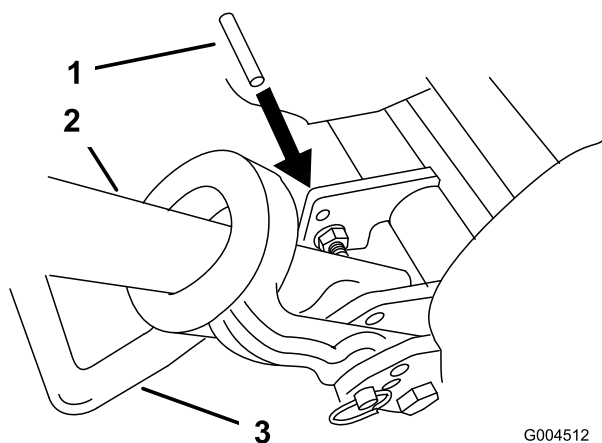

Figura 4
2. Baje el soporte de pie. Inserte un pasador o similar de 6,4 mm de diámetro en el taladro del bastidor situado por encima del perno de montaje del soporte de pie (Figura 4).